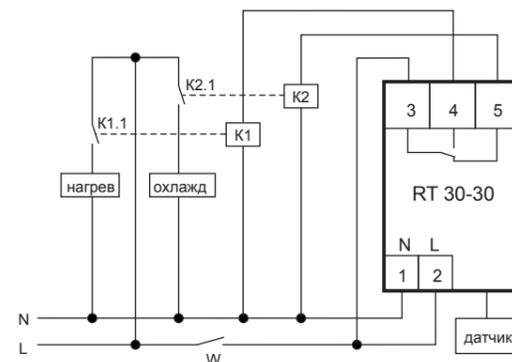

Рис. 3: схема подключения нагрузки мощностью более 4,4 кВт к устройству
7.3. В случае, если мощность нагрузки более **4,4 кВт**, то нагрузка подключается к изделию через контактор соответствующей мощности и проводом соответствующего сечения (см. рис.3).